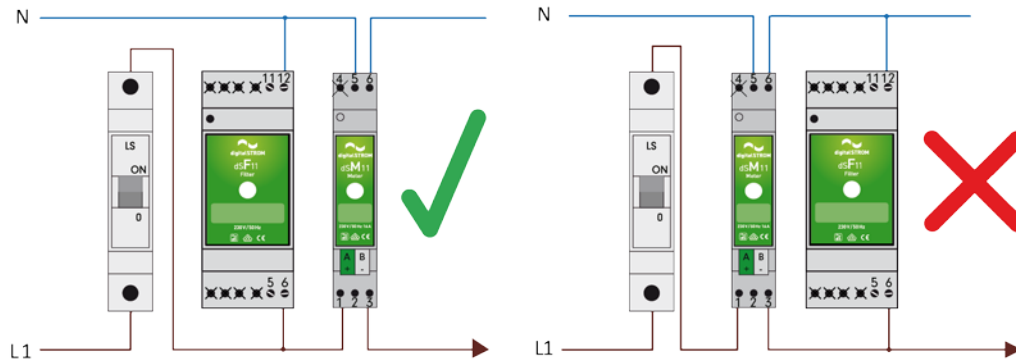

Fig. 2 Ligação do lado da entrada do filtro digitalSTROM
- O filtro digitalSTROM tem obrigatoriamente de ser ligado do lado da entrada do Meter digitalSTROM (Fig. 2).